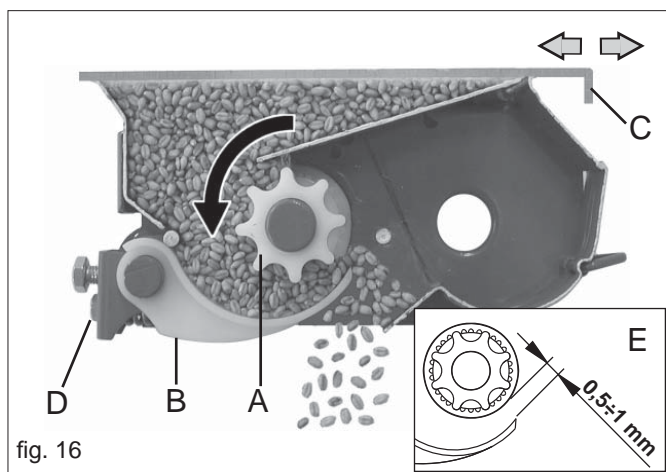

fig. 16
I tastatori (B Fig. 16) correttamente posizionati assicurano una distribuzione fluida e costante dei semi.
- 3) mediante la vite (D), regolare la distanza tra il tastatore e il rullo distributore a $0,5 \div 1$ mm (E Fig. 16).
Le lamine di chiusura bocchette (C Fig. 16) di uscita del seme dalla tramoggia, hanno **due posizioni di regolazione**: